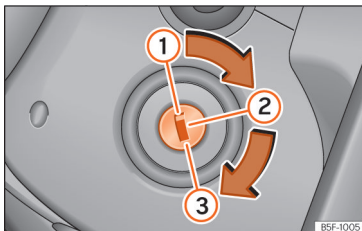

Abb. 163 Positionen des Fahrzeugschlüssels.
- Drehen Sie den Zündschlüssel in Stellung ① »» Abb. 163.
- Ziehen Sie den Zündschlüssel in Stellung ① »» Abb. 163 »» ⚠.